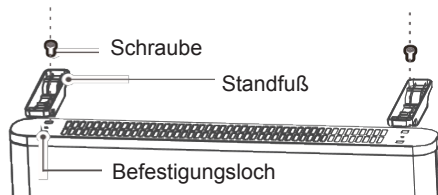

Abb. 2
2. Setzen Sie die StandfüÙe gemäß Abb. 2 an. Richten Sie das Befestigungsloch auf das Loch am Standfuß aus. Schieben Sie den Standfuß in Position, bis die Löcher am Standfuß mit dem Schraubenloch am Gerät übereinstimmen.